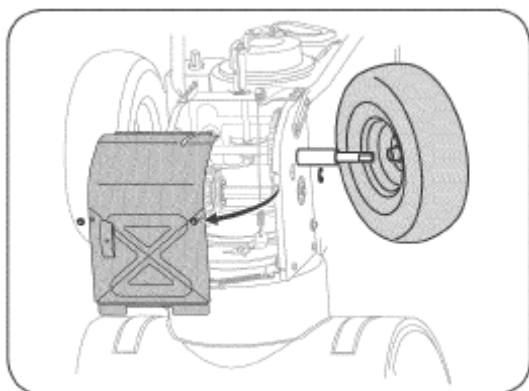

Рисунок 29
5. Снимите правое колесо, вывинтив соответствующий винт и удалив прокладку, крепящую его к валу (смотри рисунок 29).